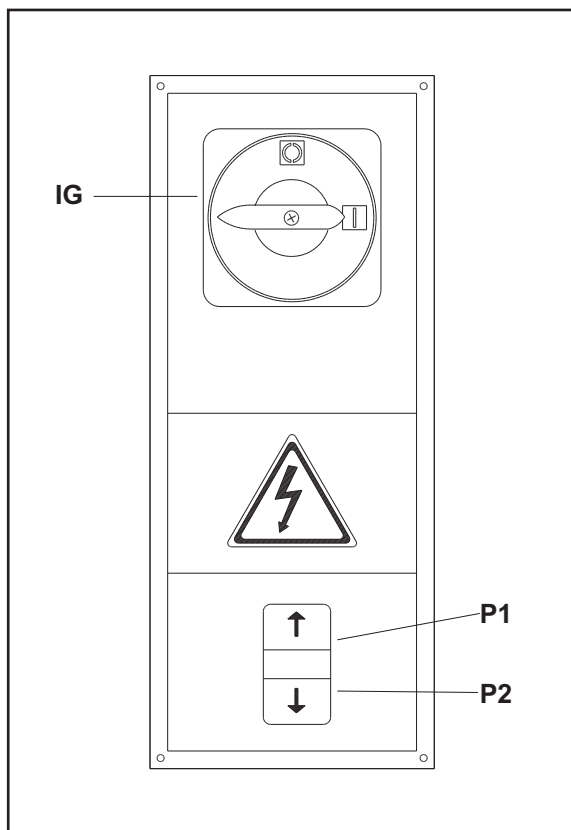

Fig.19 Abb.19
- 3) Chiudere il coperchio del quadro elettrico, ruotare l'interruttore generale (IG, Fig.19) in posizione 1, premere il pulsante di salita (rif.P1, Fig.19) e, in caso di discesa dei carrelli, invertire tra loro 2 fasi dell'alimentazione .
- 3) Close the electric panel, set the master switch (ref "IG" in fig. 19) to position 1, then press the LIFT button (ref.P1 in Fig.19); if the carriages descend, invert 2 of the power lines .
- 3) Refermer la porte du coffret électrique, tourner l'interrupteur (IG, fig. 19) sur la position 1 et actionner le poussoir de montée (rep. P1, fig. 19). En cas de descente des chariots, inverser deux des fils de l'alimentation électrique.
- 3) Die Schalttafelabdeckung schliessen, den Hauptschalter (IG, Abb.19) auf 1 stellen, die Aufstiegstaste (Ref. P1, Abb. 19) drücken. Falls die beiden Schlitzen absteigen sollten, sind die beiden Speisephasen umzukehren.
- 3) Cerrar la puertecita del cuadro eléctrico, poner el interruptor general (IG, Fig. 19) en la posición 1, pulsar el botón de subida (ref. P1, Fig. 19) y, en caso de que los carros bajasen, invertir las 2 fases de alimentación.
### QUADRO COMANDI FIG.19
### CONTROL BOX FIG.19
### COFFRET DE COMMANDE FIG. 19
### STEUERTAFEL ABB.19
### CUADRO DE MANDOS FIG.19